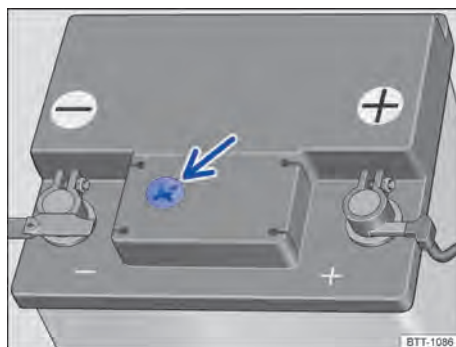

Fig. 243 Mirilla en la parte superior de la batería de 12 voltios (representación esquemática).
- Procure disponer de buena iluminación para poder distinguir bien el indicador de color en la mirilla redonda de la parte superior de la batería de 12 voltios → fig. 243. No utilice nunca una llama desprotegida u objetos incandescentes para alumbrarse.